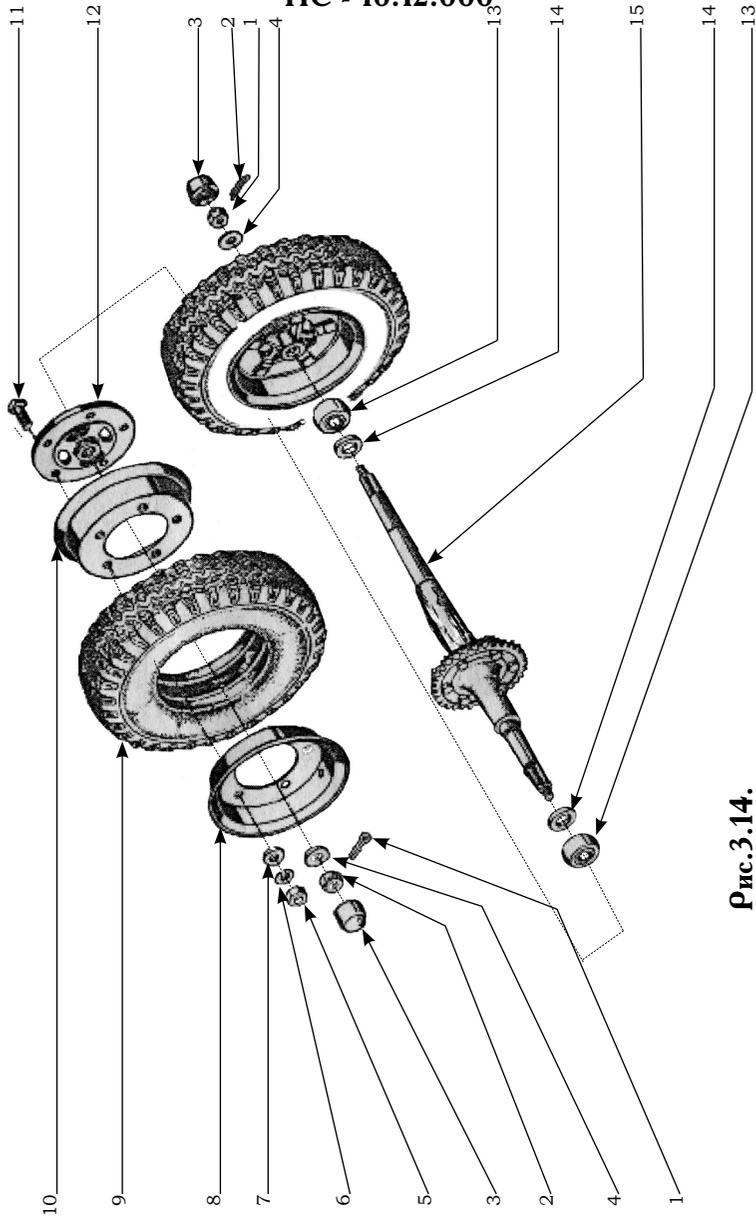
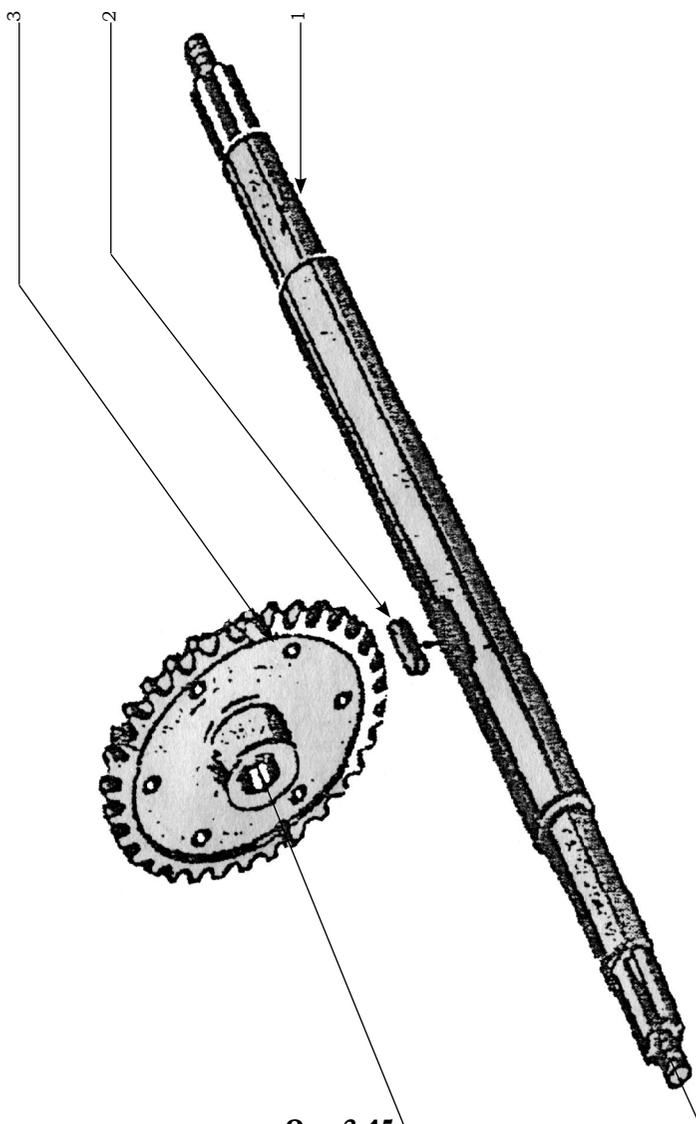
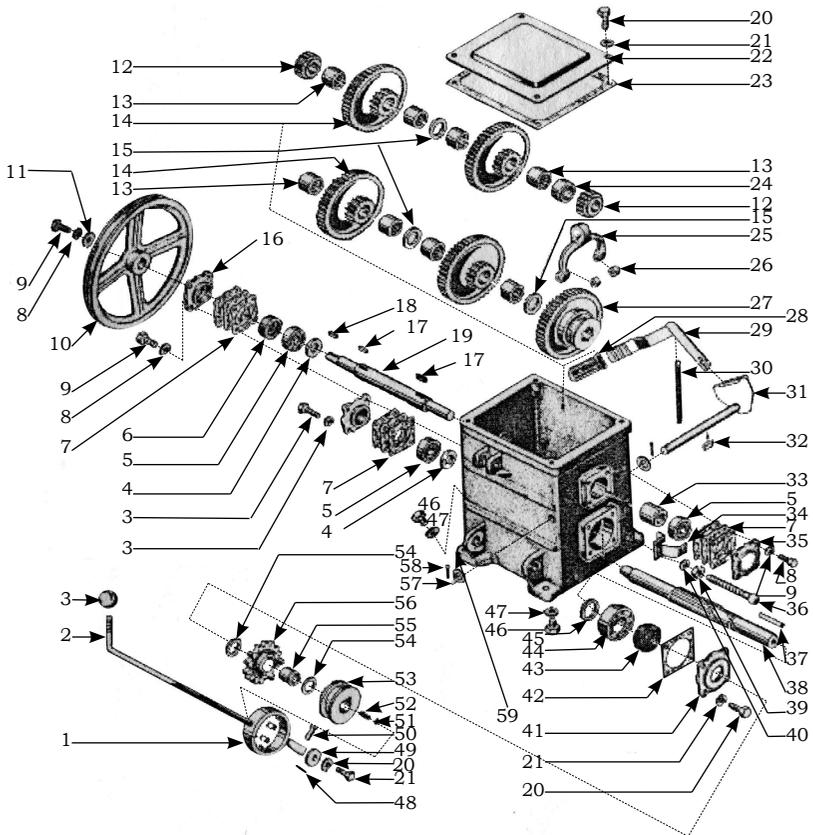

Рис.3.14.
Рис.3.15.
Рис.3.16.
3.12. Ведущий мост (рис. 3.14) с приводом ведущего моста (рис. 3.15) является опорой рамы и служит для передачи крутящегося момента от коробки передачи (рис. 3.16) на ведущие колеса.
Подрисуночный текст к рис. 3.14
Таблица 3.15*Подрисуночный текст к рис. 3.15*
3.13 Коробка передач (см.рис.3.16) предназначена для изменения скорости передвижения протравливателя.